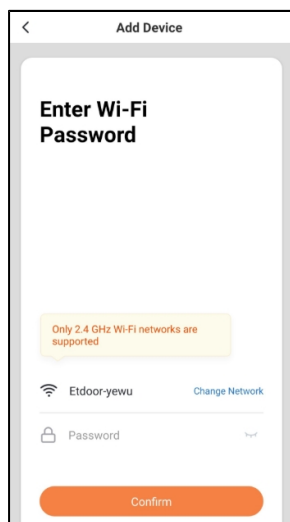
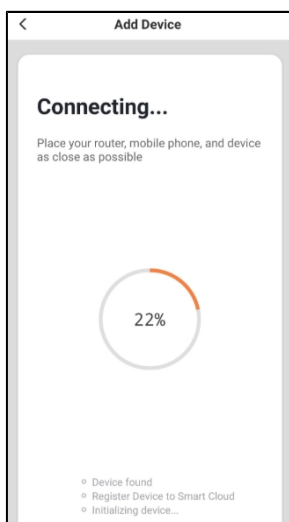
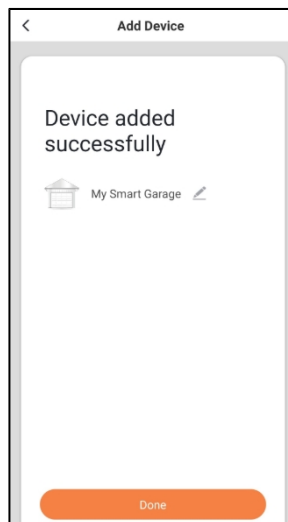

FIG. 15
FIG. 16
FIG. 17
6. Haga clic en el botón «Confirmar» (véase la FIG. 15) en la aplicación. El abridor se conectará entonces a su red (véase la FIG. 16). Esto puede tardar hasta 2 minutos. Una vez conectado correctamente, haga clic en «Hecho» (véase la FIG. 17). Solo se puede vincular una cuenta al automatismo.